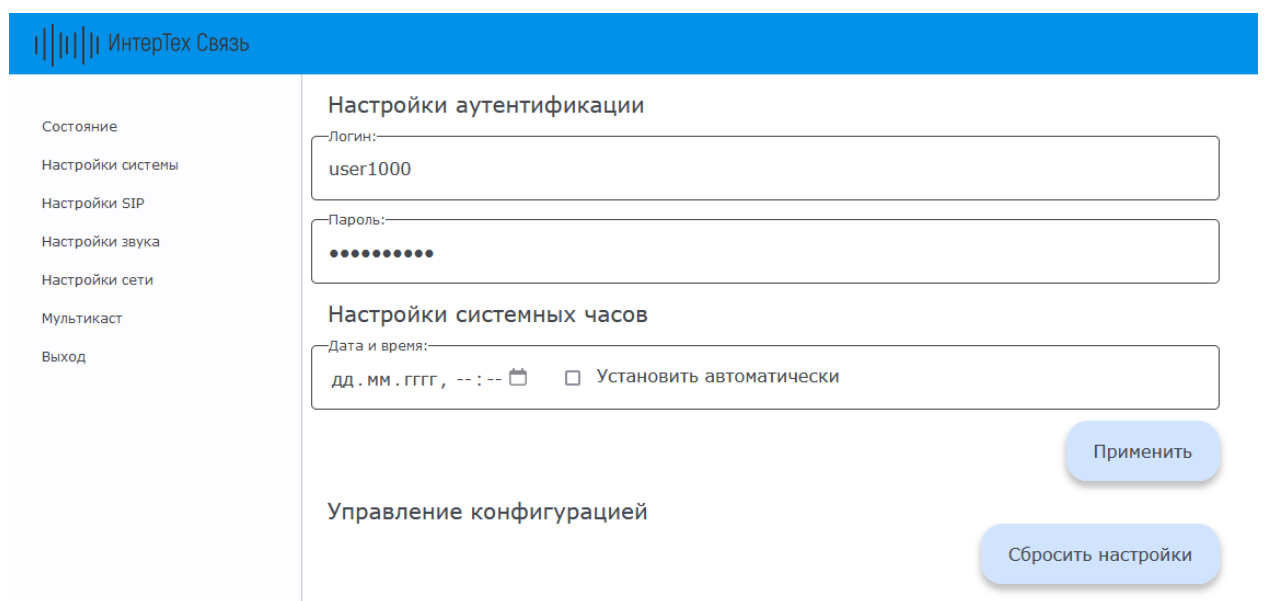

Рисунок 7 – Меню «Настройка системы»
2.5.2.1 Учетная запись пользователя настраивается в меню «Настройка системы» в области «Настройка аутентификации» (рисунок 7).
2.5.2.2 Для настройки учетной записи необходимо заполнить поля «Логин» и «Пароль» (см. рисунок 7) соответствующими данными для входа в веб-интерфейс. Далее нажать кнопку «Применить» (см. рисунок 7).
2.5.3.1 Настройка времени осуществляется в меню «Настройка системы» в области «Настройка системных часов» (см. рисунок 7).
2.5.3.2 Для настройки времени необходимо заполнить поле «Дата и время» или установить маркер в поле «Установить автоматически» (см. рисунок 7). Далее нажать кнопку «Применить» (см. рисунок 7).